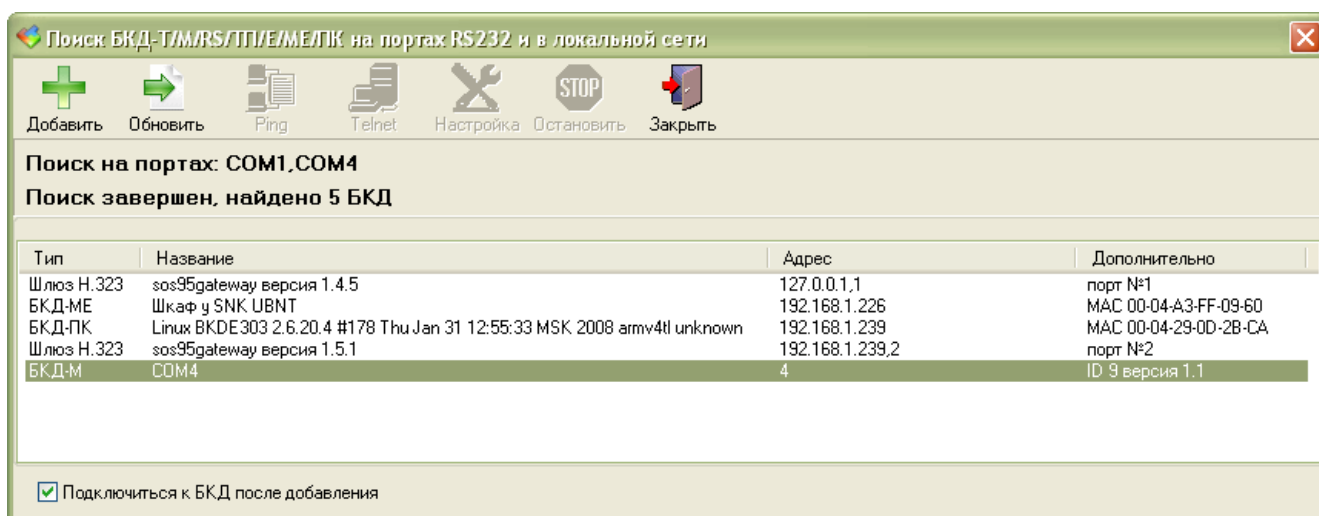

Рисунок 8 - Список найденных мастер-устройств
3) В программе RASOS выбрать режим работы БКД-М. Выполнить поиск мастер-устройств (рисунок 8). Подключиться к найденному БКД-М (USB-433) командой «Добавить».